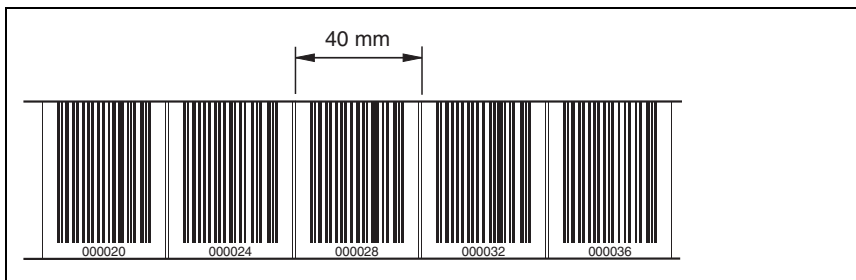

Fig. 6.10: Vérification du résultat de l'impression du kit de réparation de la BCB
3. Vérifiez le résultat de l'impression en mesurant l'écart entre deux codes (voir la figure 6.10).